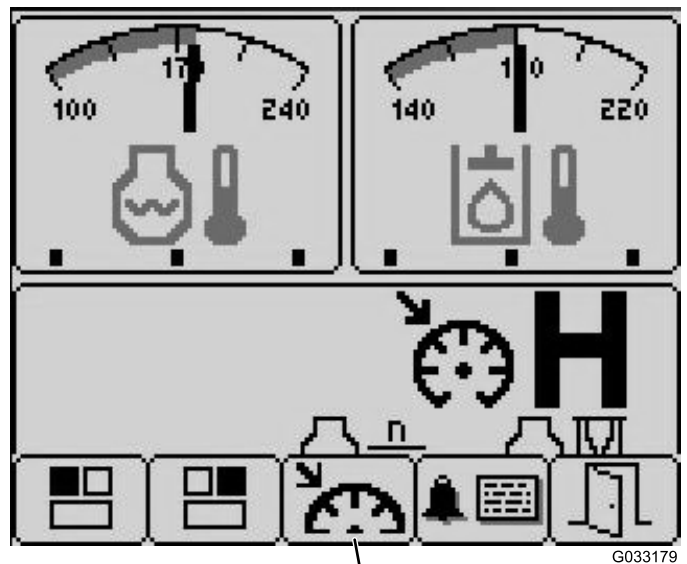

図 20
3. ボタン3を押してクルーズコントロールCruise Control画面へ行く  図 20。